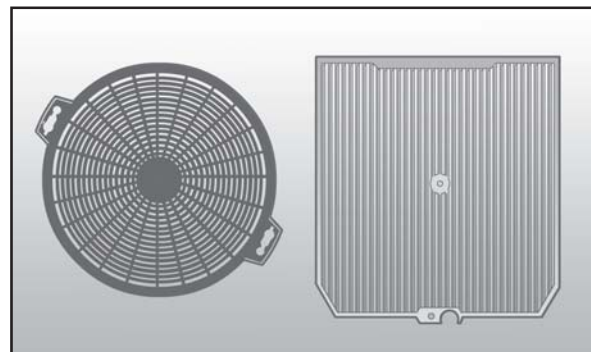

Fig.2
- Os filtros de carvão ativado (**fig.2 na próxima página**) servem para retirar as partículas com odores mais fortes